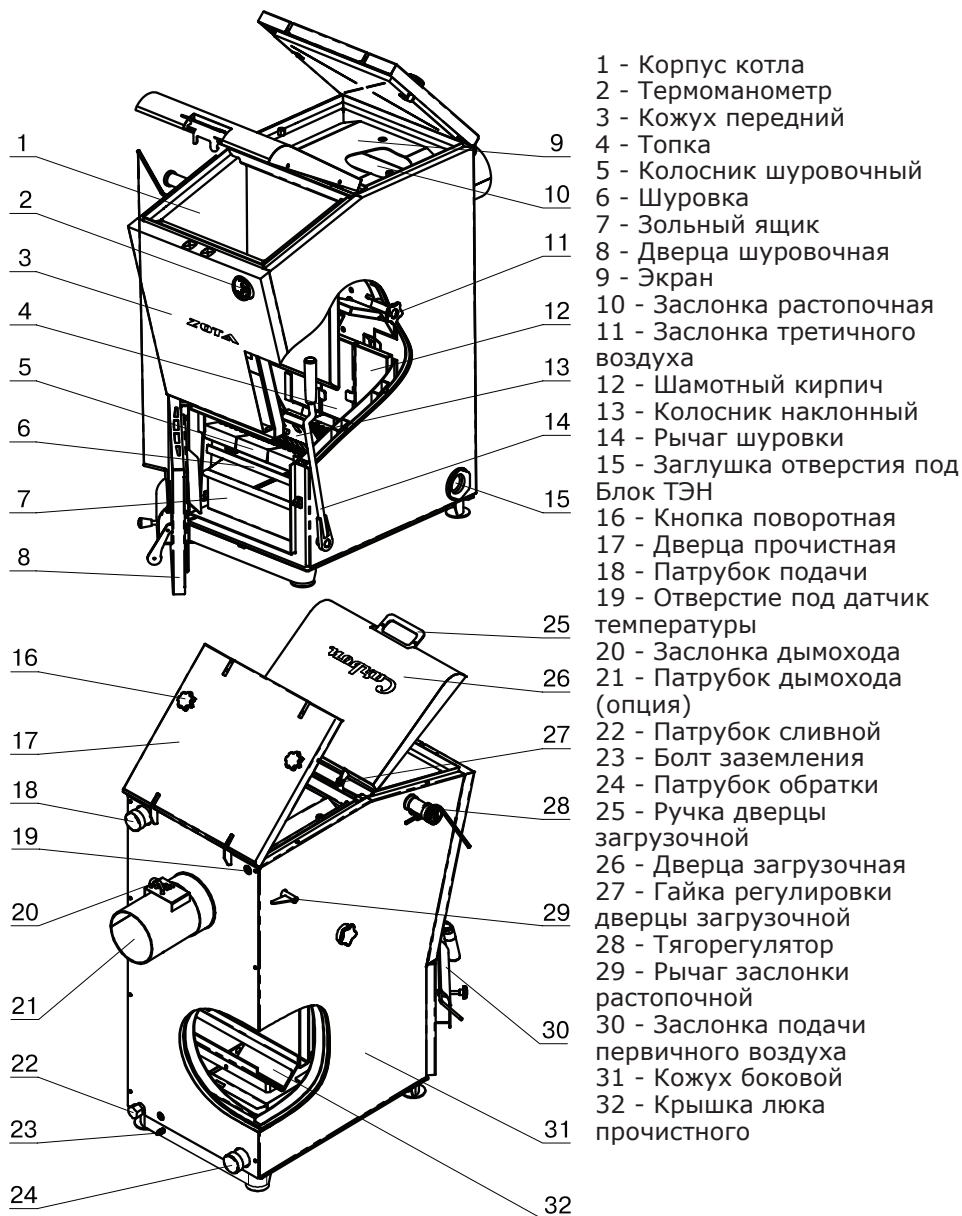

Рис.1 Конструкция отопительного котла
4.5.10. Эксплуатация котла без зольного ящика (Рис.1, поз.7).
4.5.13. Эксплуатировать котел при неполном заполнении системы отопления теплоносителем и с открытыми дверцами (поз.8; 17; 26) (см. Рис.1).
5.1. Котел (Рис.1) состоит из корпуса (поз.1), топки (поз.4), системы газоходов, патрубка дымохода (поз.21) (опция). Для регулировки тяги обязательна установка регулируемого патрубка дымохода ZOTA или шибер (задвижки), как элемента дымохода согласно СП 7.13130.2013. При закрытом положении шибер (задвижки) должно оставаться свободным не менее 20% номинального сечения патрубка дымохода.
- Откройте прочистную дверцу (Рис.1, поз.17) и уберите экран (Рис.1, поз.9);
5.10. Проверьте установку крышки люка прочистного (Рис.1, поз.32). Крышка должна лежать на прочистном окне плотно, без зазоров. Доступ к крышке люка производится через газоходный канал при открытой прочистной дверце (поз.17) и снятом экране (поз.9).
Внимание! Неправильная установка крышки люка прочистного (Рис.1. поз.32) приводит к прогоранию и деформации водонехолаждаемых поверхностей котла. В случае нарушений условий эксплуатации котла рекламации не принимаются.